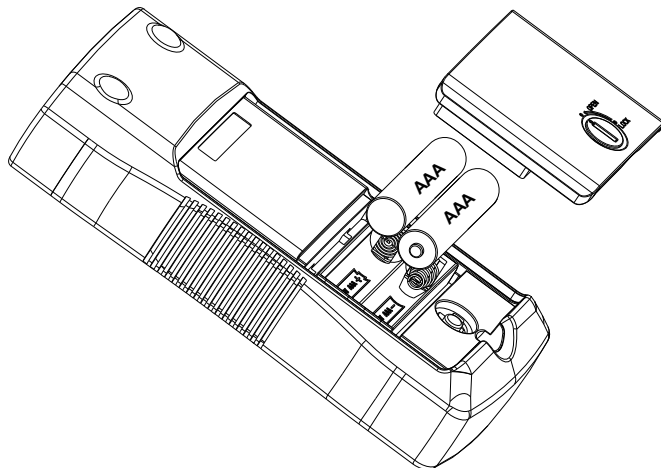

Figura 5.2: Sostituzione delle batterie del trasmettitore
4. Sostituire le batterie come mostrato nella Figura 5.2. Osservare la polarità della batteria indicata nel vano batterie.